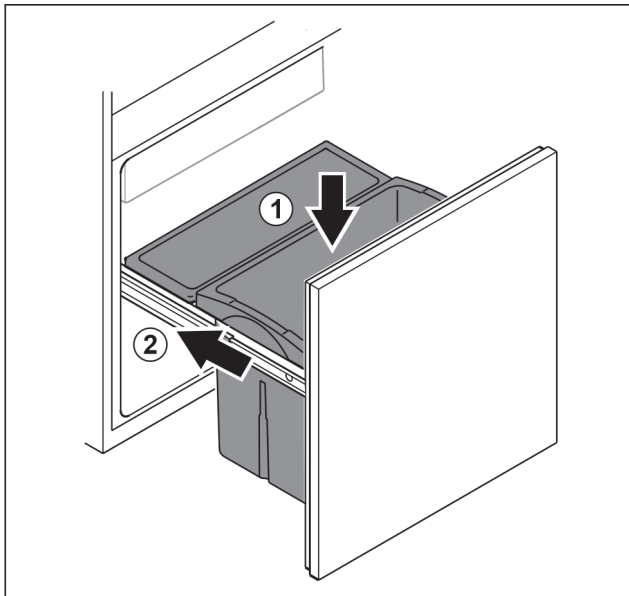

Fig. 98
- ▶ Vložte zásuvku zhora. Fig. 98 (1)
- ▶ Zasuňte vyťahovací vozík. Fig. 98 (2)